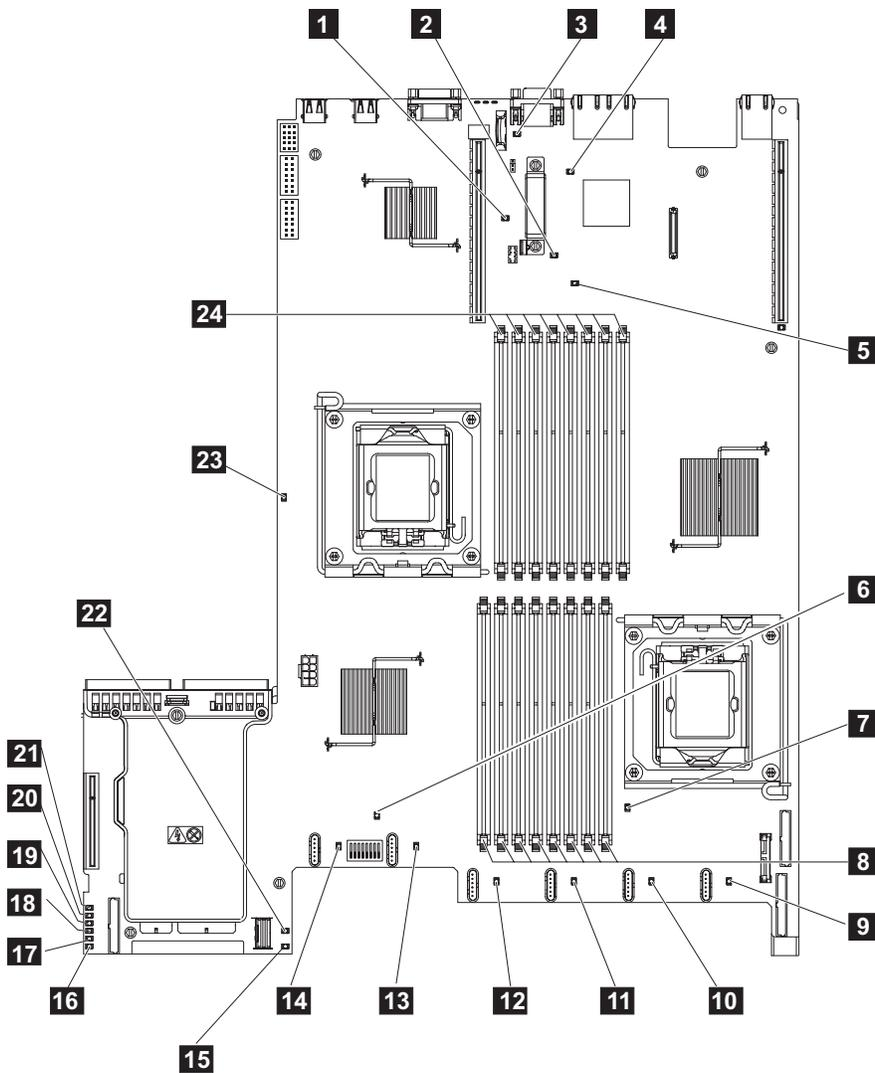

Figure 85. Panneau de diagnostics des voyants de la carte mère sur le système SAN Volume Controller 2145-CF8
- OUI** Voir tableau 44, à la page 265 et exécutez l'action indiquée pour les voyants du système de diagnostics par voyants spécifiques. Allez ensuite à l'étape 3, à la page 267. Certaines actions nécessitent que vous observiez l'état des voyants sur la carte mère. La figure 85, à la page 264 montre l'emplacement des voyants de la carte mère. Les voyants de ventilateur se trouvent à côté de chaque ventilateur. Pour visualiser les voyants, procédez comme suit :